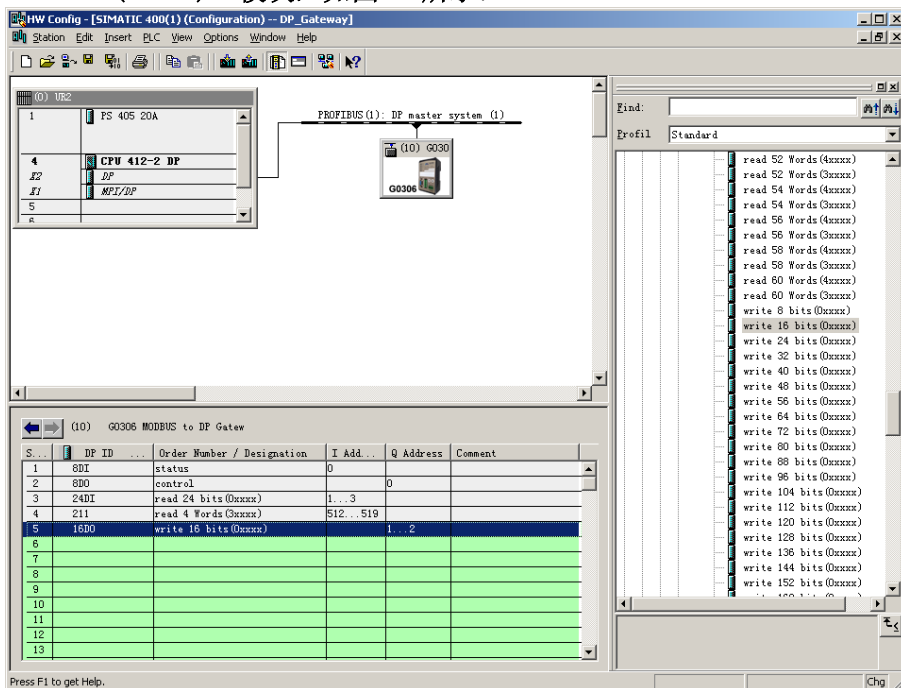

图 22 添加“write 16 bits(0xxxx)”模块
a) 添加“write 16 bits(0xxxx)”模块，如图 22 所示：